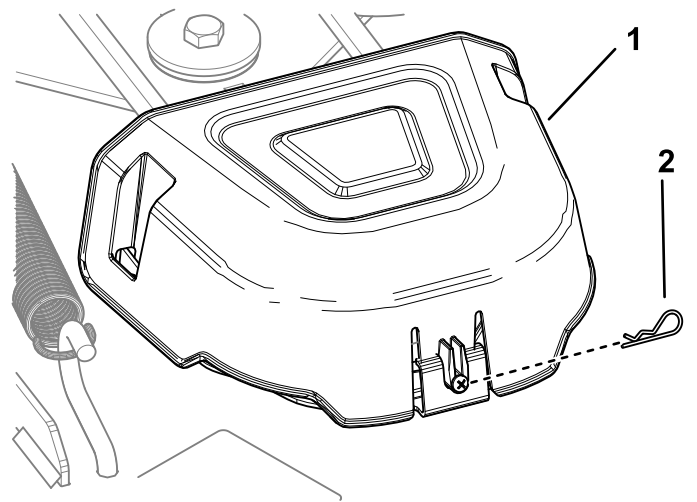

Figura 51
4. Retire el pasador de horquilla y presione la pestaña de la cubierta para retirar las cubiertas de las poleas (Figura 51).